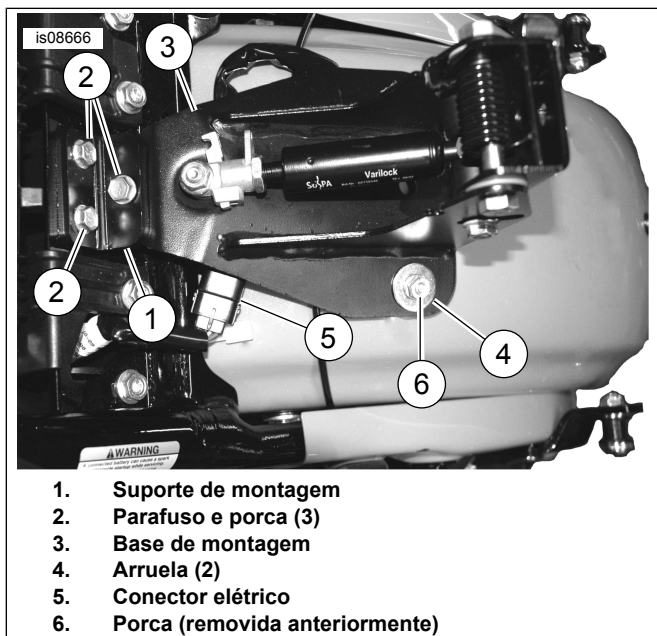
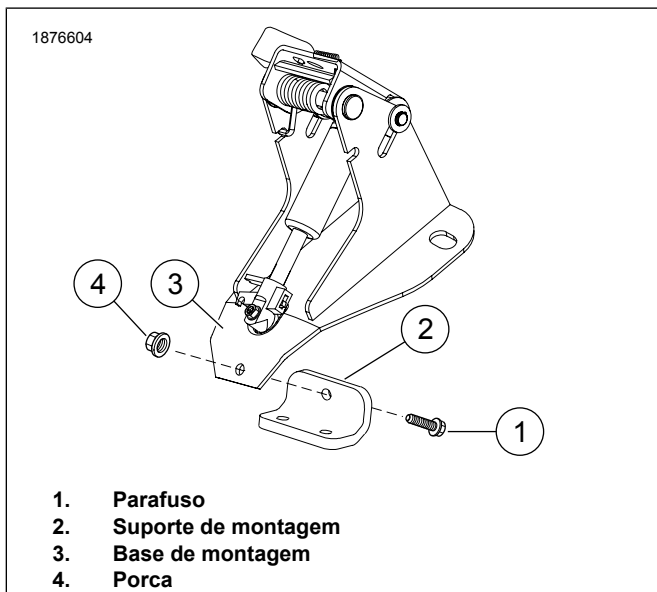

Figura 6. Instale o suporte do encosto
Figura 7. Opção de instalação alternativa para suporte de montagem
6. Figura 6 Coloque o suporte de montagem (1) no lugar e instale os parafusos e porcas (2) como indicado. Deixe os parafusos desapertados. Verifique se o conector elétrico se movimenta livremente.
- a. Consulte Figura 6 e Figura 7. Se o conector elétrico (5) entrar em contato com a base de montagem (3), mova o suporte de montagem (1) atrás da base de montagem (3).
- b. Instale o parafuso (1) e a porca (4).
7. Instale as arruelas (4) e as porcas (6). Aperte.